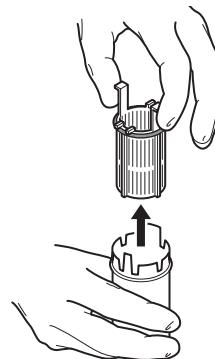

Abbildung 10 Filter aus dem Sammelrohr entfernen
- Den Filter aus dem Sammelrohr entfernen, um die Probe zu entnehmen (Abbildung 10).